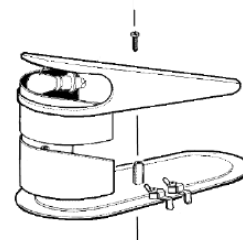

figura 17
- 5 - Substitución de la lámpara de la tapa luminosa : quitar el tornillo colocado en la parte superior de la tapa, extraer la parte inferior y substituir la lámpara (utilizar lámparas de 24-28 V 21W max). Volver a montar la tapa y cerrarla con su tornillo (ver figura 17).